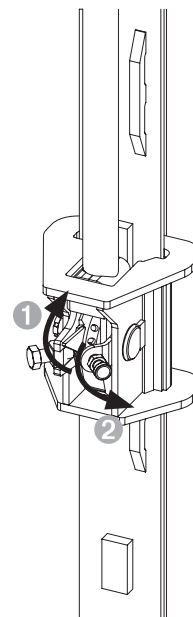

Fig. D2.01
1. Impostare tutte le unità di commutazione nelle teste di ripresa su "Sollevamento della guida" (Fig. D2.01)